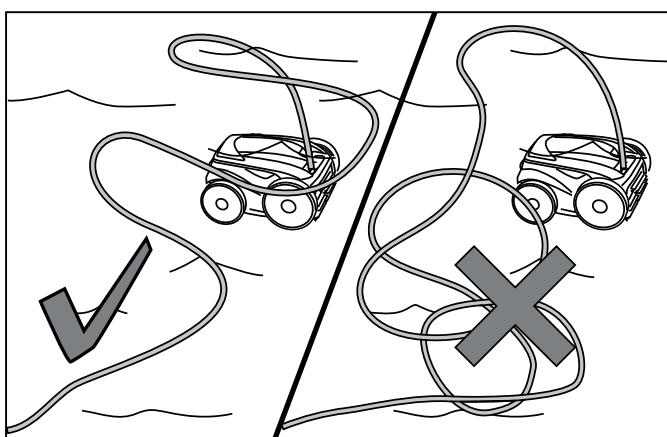

Figura 17. Distribuya el cable Áotante sobre la piscina
3. □ Distribuya el cable Áotante sobre la piscina, asegurándose de que no tenga nudos ni esté enroscado (Figura 17).